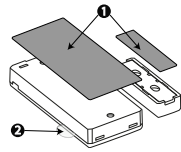

Figure 2: Installation rapide
1. Retirez les protections des deux bandes adhésives double-face et fixez-les à l'arrière de l'appareil et de l'aimant. Voir la Figure 2.